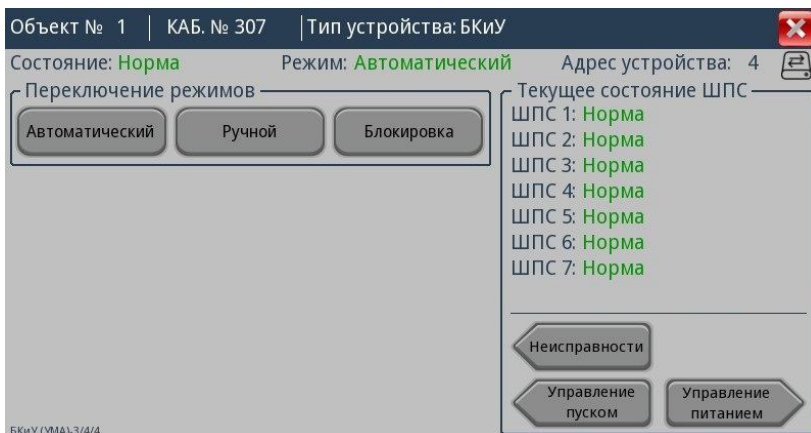

Рисунок 48 – Вид окна объекта с типом устройства БКИУ
15.1 Для перехода к объекту (направлению) тип устройства которого соответствует позиции №1 (таблица 1) требуется нажать (время нажатия не менее 200 мс) на ярлык соответствующего объекта. После нажатия на иконку откроется окно с подробной информацией об объекте (рисунок 48).
15.3 На данном окне (рисунок 48) отображается информация: